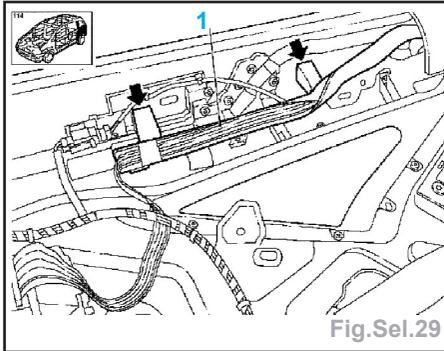

Fig.Sel.29
- Détacher les 2 supports de faisceau de câbles (flèches) sur les montants C et D (Fig.Sel.29).